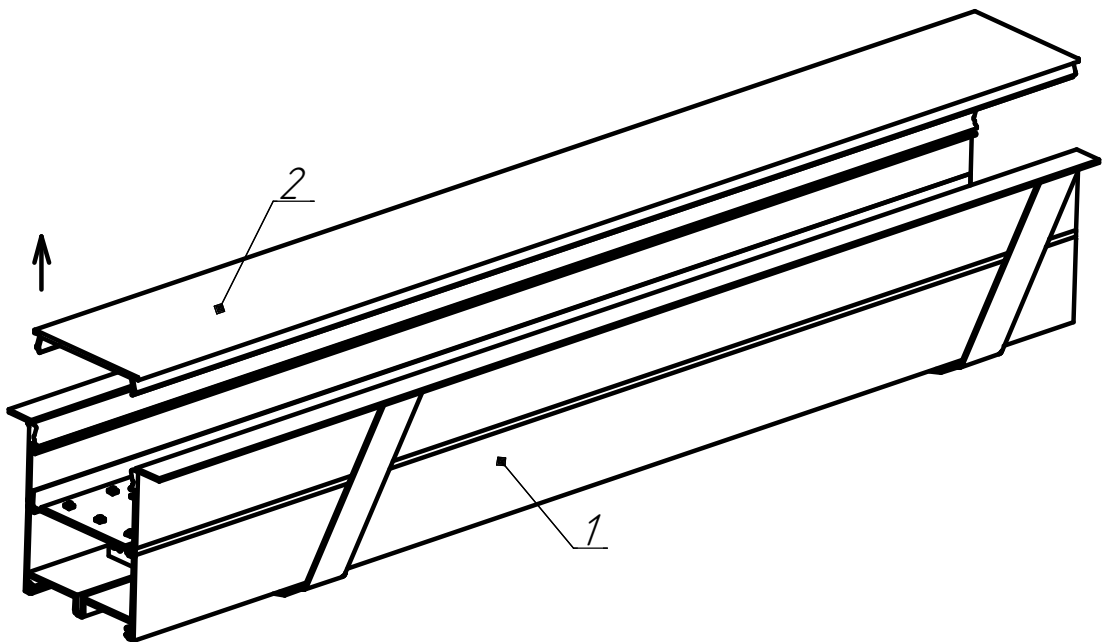
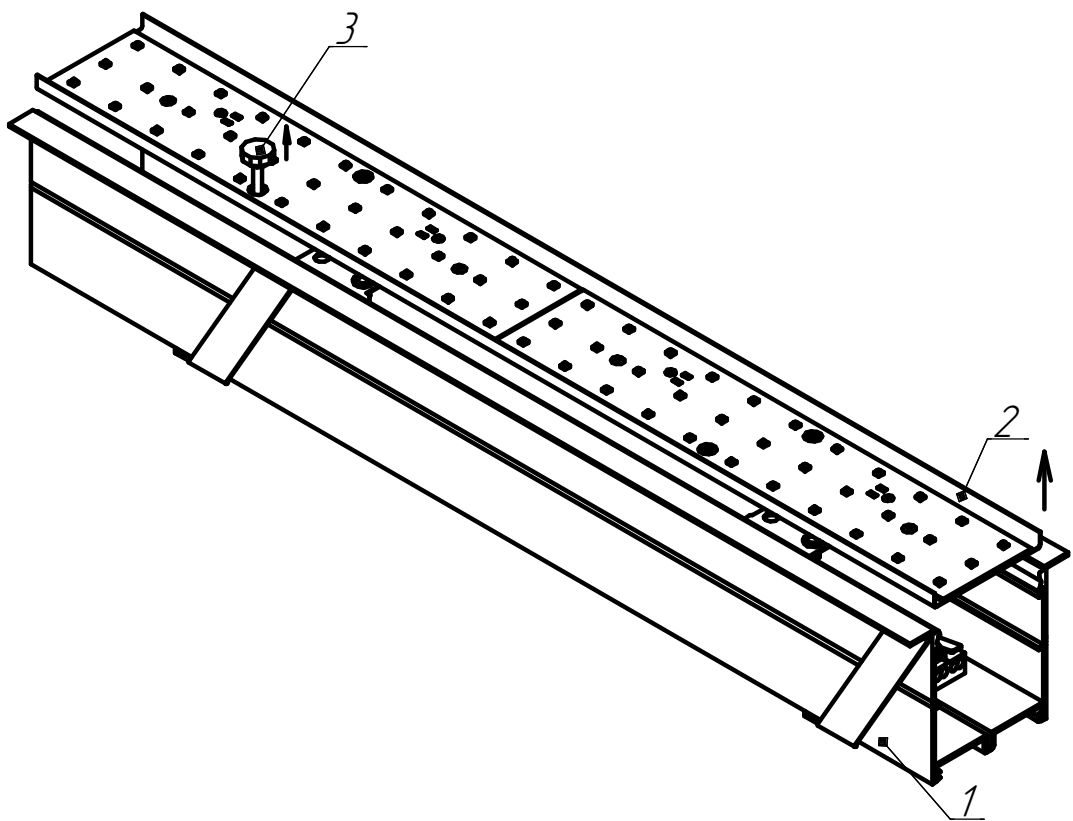

Рисунок 2 - Снятие рассеивателя со светильника ДВО02.
Рисунок 3 - Снятие панели со светильника ДВО02.
5.3.1 Снять опаловый рассеиватель (см. рисунок 2). Затем демонтировать панель со светодиодными модулями держащийся в корпусе на магнитах, потянув за торцы панели. Когда светильник установлен в потолок, демонтировать панель со светодиодными модулями необходимо при помощи спец-винта М4 (идет в комплекте). Для этого необходимо ввернуть спец-винта М4 в панель и потянуть (см. рисунок 3).